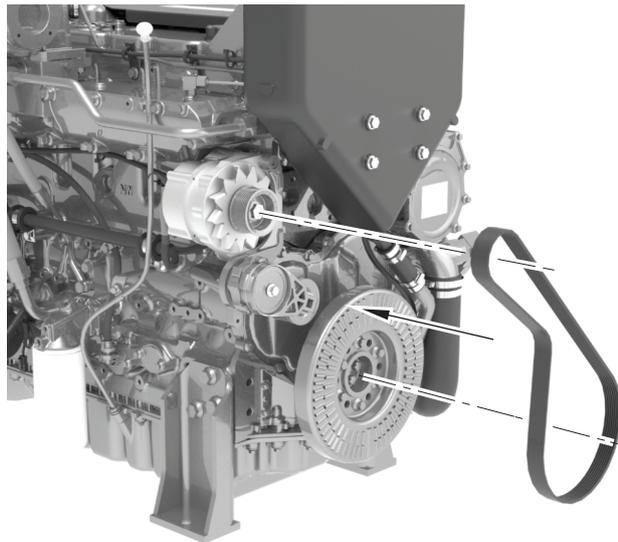

Abbildung 14
- Bauen Sie den neuen Riemen richtig ein, wie in Abbildung 14 gezeigt. Sorgen Sie dafür, dass der Riemen gut auf den Riemenscheiben sitzt. Die korrekte Spannung wird automatisch angelegt, wenn die Ratsche entfernt wird.